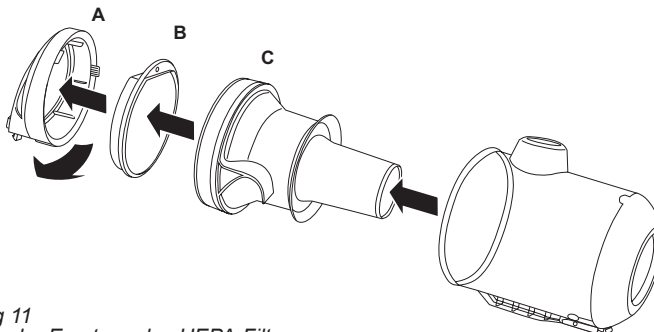

Abbildung 11
4. Lassen Sie die Bodenklappe aufgehen, indem Sie auf die Taste im Griff drücken (siehe Abbildung 11).
2. Drehen Sie den den deckel vom Staubauffangbehälter. (A)
3. Drehen Sie den ersten Filter vom Staubauffangbehälter. (B)
4. Drehen Sie den zweiten Filter aus dem Staubsauger. (C)
⚠ **Achtung:** Arretieren Sie beim Filtereinsetzen nicht den zweiten filter (C) (Siehe Abbildung 11). Die Arretierung erfolgt zusammen mit dem arretierung des Filterdeckels (A) (Siehe Abbildung 11).